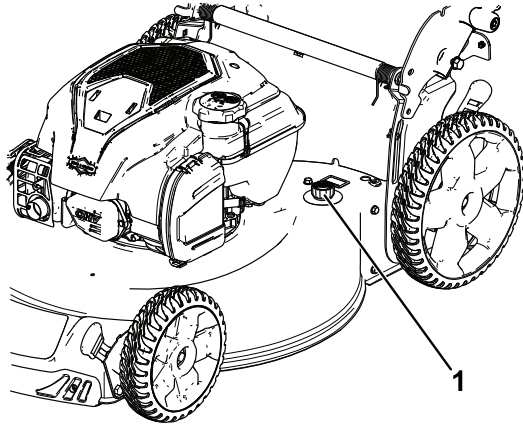

Bild 21
5. Befestigen Sie einen Gartenschlauch, der an einen Wasserhahn angeschlossen ist, am Wasseranschluss (Bild 21).